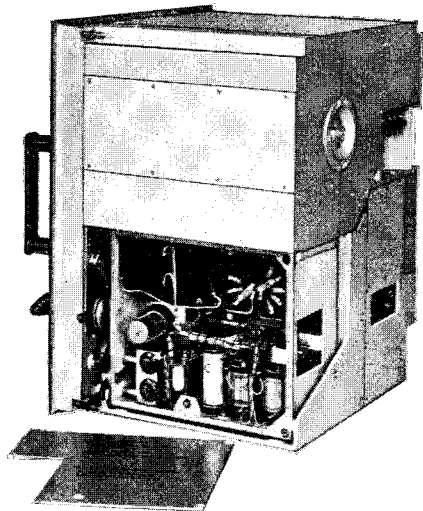

Abb. 3: Seitenansicht von rechts ohne Kasten
wenn das Gerät aus dem Kasten herausgezogen ist (s. Abb. 3).
- 3) Abdeckblech von Netzteil abschrauben (siehe Abb. 3).